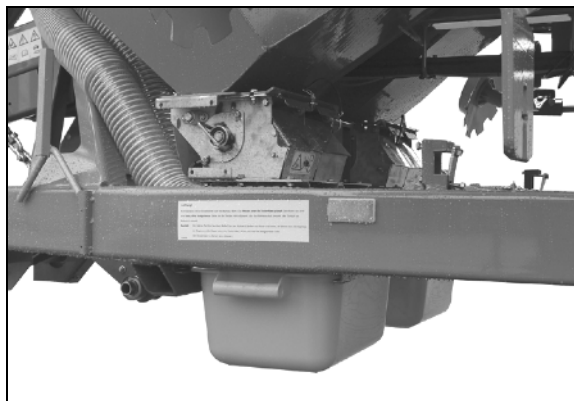

Bild 74
3. Fäst vridprovstråget (Bild 74) i transporthållaren och säkra med en låssprint.
3. Skjut in vridprovstrågen (Bild 74) i hållaren.